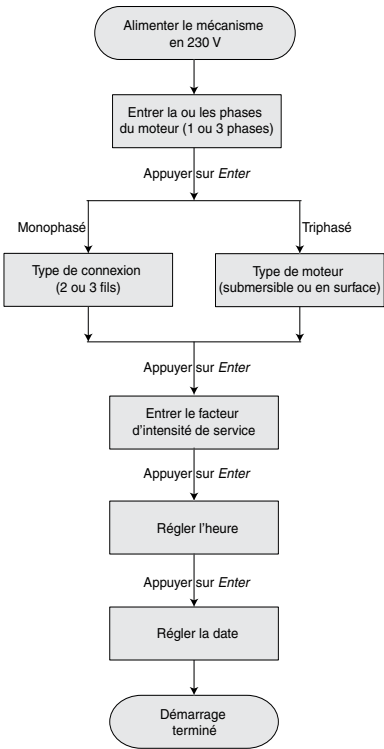

Figure 10 – Guide de configuration du mécanisme d'entraînement.
- 1. **Programmation du mécanisme d'entraînement :** Mettre sous tension le PENTEK INTELLIDRIVE. *Setup Guide* (Guide de configuration) s'affichera. Procéder comme il est indiqué à la Figure 10.